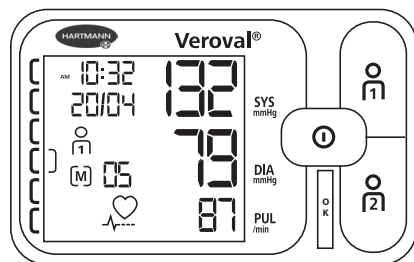

Fig. 1
- À la fin de la mesure, les valeurs de pression systolique et diastolique s'affichent simultanément sur l'écran, ainsi que les pouls en-dessous de ces mêmes valeurs (cf. Fig.1).